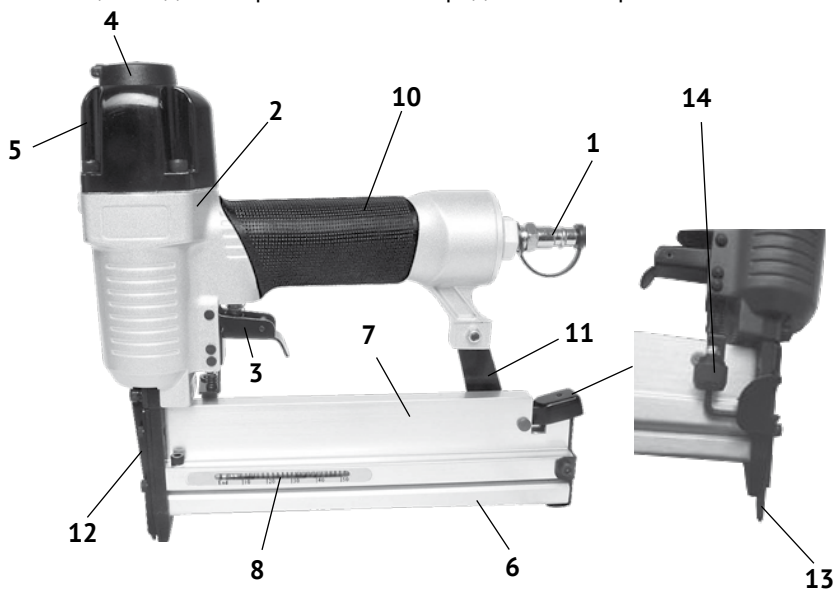

рис. 1
Сжатый воздух от компрессора (пневматической линии) приводит в действие пневматический ударный механизм. Поршень с бойком совершает вертикальные возвратно-поступательные движения в цилиндре ударного механизма. Рабочее движение (вниз), используя энергию сжатого воздуха, приводит к удару бойка по гвоздю (скобе), подаваемому толкателем из магазина нейлера. В нейлере используется магазин (реечная обойма) ёмкостью до 100 крепёжных элементов. Обратный ход поршня с бойком, после отпускания курка (закрытие клапана подачи воздуха), обеспечивается давлением воздуха в цилиндре. Воздух, не подающийся в цилиндр, выпускается через дефлектор (рис.1 поз.4) в верхней части цилиндра. Вращением дефлектора вдоль своей оси, изменяется направление выходящего потока воздуха.
4.1 Общий вид нейлера схематично представлен на рис. 1
Основные элементы нейлера: воздушные клапаны, ударный механизм и пусковое устройство расположены в металлическом корпусе (рис.1 поз.2), выполненном заодно с рукояткой (рис.1 поз.10). Рукоятка закрыта накладкой из виброгасящего материала. В торце рукоятки (рис.1 поз.10) находится штуцер подвода сжатого воздуха (рис.1 поз.1).
В верхней части крышки цилиндра (рис.1 поз.5) расположен рефлектор (рис.1 поз.4), через который выпускается воздух, не подающийся в цилиндр.
В нижней части инструмента расположен магазин для кассет с крепёжными элементами (гвозди, скобы). Основание магазина (рис.1 поз.6) жёстко закреплено: впереди к ударной части инструмента, в задней части к суппорту рукоятки (рис.1 поз.11). Крепёжные элементы – гвозди, скобы, являются основным рабочим инструментом нейлера.
Включение нейлера осуществляется нажатием на курок включения (рис.1 поз.5), расположенный под рукояткой (рис.1 поз.10), после нажатия предохранительной скобы (снятие блокировки курка). Отпущенный курок, пружиной возвращается в исходное положение – выключено (прекращена подача сжатого воздуха в цилиндр).
- нажать на фиксатор магазина (рис.1 поз.9);
- выдвинуть (на себя) крышку магазина (рис.1 поз.7);
6.4 Проверка работы спускового курка (рис.1 поз.3) и предохранительной скобы (рис.1 поз.13):
6.6 Перед соединением шланга для подачи воздуха с нейлером, его необходимо предварительно продуть. Добавьте 4 - 5 капель масла во входной штуцер (рис.1 поз.1) нейлера для смазки внутренних механизмов.
- подсоедините один конец воздушного шланга к компрессору, а второй – к входному штуцеру (рис.1 поз.1) пневматического нейлера;
- если крепёжный элемент забит не до конца (недобит), или на поверхности виден след от бойка (перебит), необходимо изменить глубину забивания, изменяя регулятором (рис.1 поз.14) положение (выше/ниже) прижимной скобы;